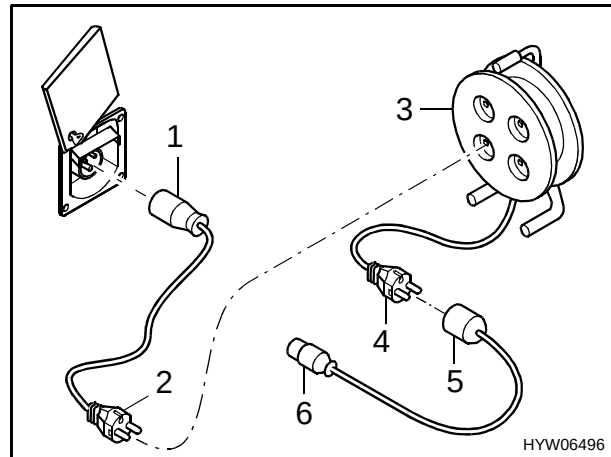

Bild 102 Anschlussmöglichkeiten 230-V-Anschluss
- Abdeckung nach oben kippen (Bild 102).
CEE 17 Anschlusskupplung mit Schutzkontakt (Bild 102,1) – Stecker mit Schutzkontakt (Bild 102,2).
Steckdose mit Schutzkontakt (Bild 102,3) – Stecker mit Schutzkontakt (Bild 102,4).
Anschlusskupplung mit Schutzkontakt (Bild 102,5) – CEE 17 Stecker mit Schutzkontakt (Bild 102,6).